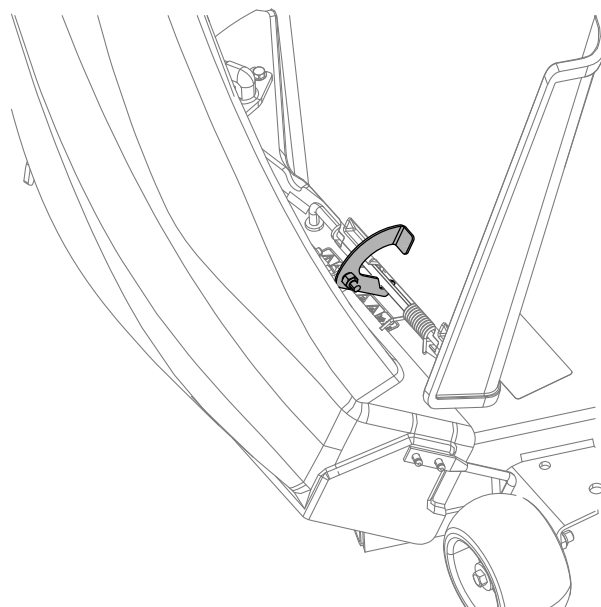
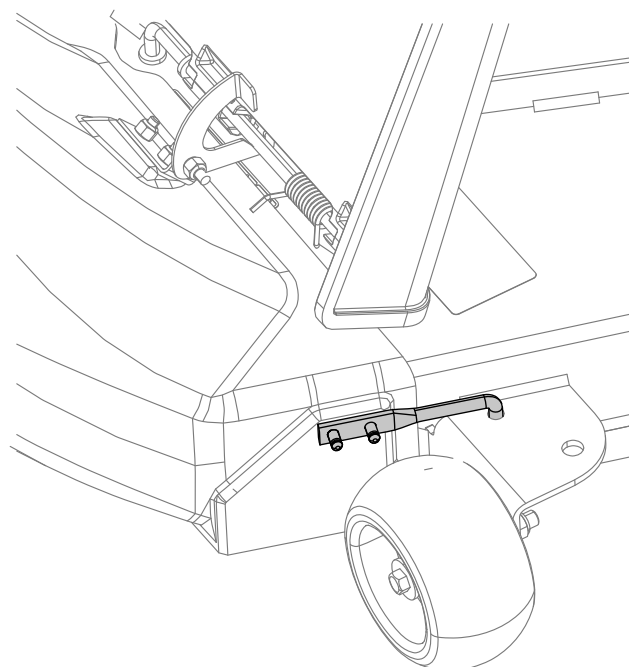

Figure 26
Figure 27
4. Sur le haut de la goulotte, accrochez le crochet de verrouillage à la tige de pivot du déflecteur (Figure 26 et Figure 27).